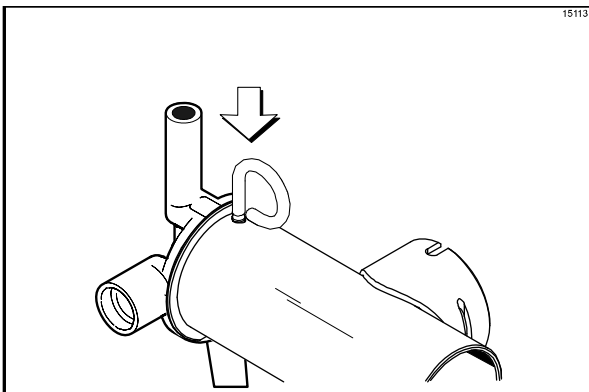

Figura 150
9. Prenda as peças da bomba em posição deslizando o pino de retenção pelos orifícios cruzados localizados em uma extremidade do cilindro da bomba. (Veja a Figura 150.)